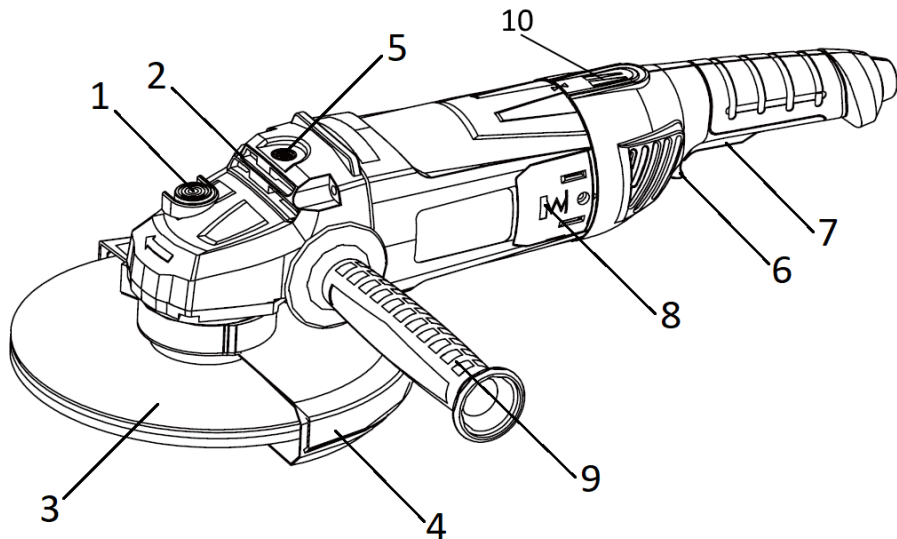

Рисунок 1
Зовнішній вигляд кутової шліфувальної машини електричної **TAG-23/2900** показаний на рис. 1.
2.2.1 Конструкція виробу складається з одноступеневого редуктора з конічними шестернями в металевому корпусі (2), який приєднаний до пластикового несучого корпусу з колекторним двигуном змінного 1-фазного струму та поворотною основною рукояттю з кнопкою фіксатором 10, перемикачем (6), передньої рукоятки (9), мережевим шнуром живлення згідно з рис.1. Вихідний вал редуктора розташований перпендикулярно осі двигуна і є робочим шпинделем для приєднання змінних насадок (абразивних дисків) (3) з фіксацією затисною гайкою, або накрученими на шпindel. На металевому корпусі (2) виконані нарізні монтажні отвори (5) для встановлення передньої рукоятки, та хомутовим з'єднанням закріпленій захисний кожух (4) з можливістю фіксованого позиціонування по колу. Для фіксації шпинделя під час зміни дисків (3) в корпусі редуктора (2) передбачений кнопковий фіксатор (1). Електрична частина виробу складається з колекторного однофазного електродвигуна змінного струму, вимикача електроструму, регулятора швидкості, з'єднувальних проводів і мережевого шнура. Захист від ураження електричним струмом користувача у виробу відповідає класу II за ДСТУ EN 61140:2015.